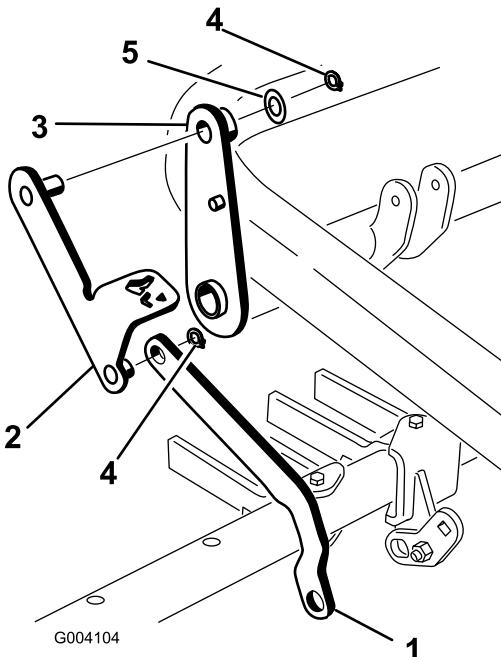

Figura 14
gruppo leva del pedale e fissarla con un anello di ritenuta (Figura 14).
4. Montare il supporto sull'altra estremità del gruppo leva del pedale attraverso la parte superiore del gruppo leva e bloccarlo con una rondella (7/8 pollice) e un anello di ritenuta (Figura 14).